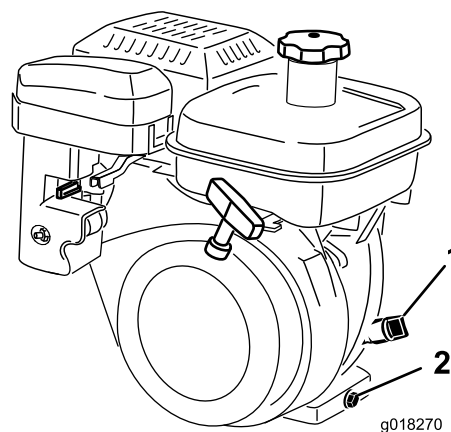

Figura 31
2. Coloque o cortador de maneira a que o motor esteja nivelado e limpe à volta o medidor do nível de óleo (Figura 31).
3. Retire o medidor de nível do óleo, rodando-o no sentido contrário ao dos ponteiros do relógio (Figura 31).
4. Limpe o medidor e insira-o no orifício de enchimento. Não o aperte o medidor no orifício. Depois retire e verifique o nível de óleo. Se o nível estiver baixo, adicione apenas o óleo suficiente para aumentar o nível até se encontrar entre as marcas H e L no medidor (Figura 31). Verifique o nível do óleo. Não encha demasiado.
2. Coloque um recipiente de drenagem na traseira da máquina, debaixo do tampão de escoamento (Figura 31). Solte o tampão de escoamento.